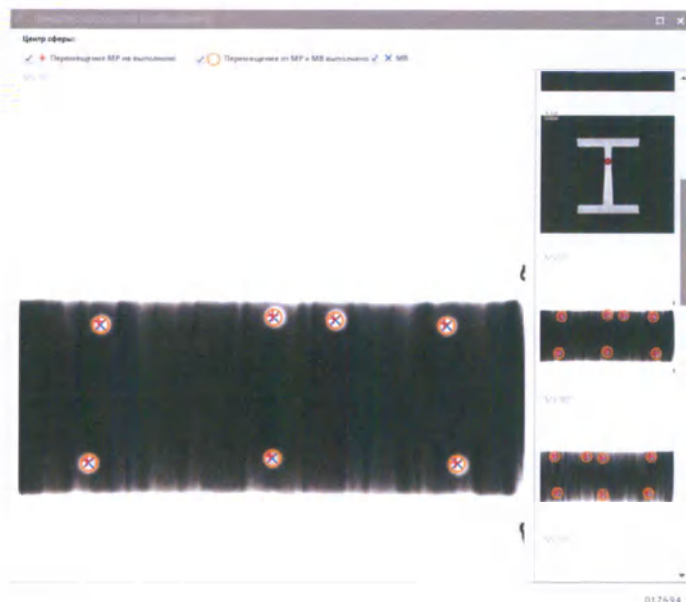
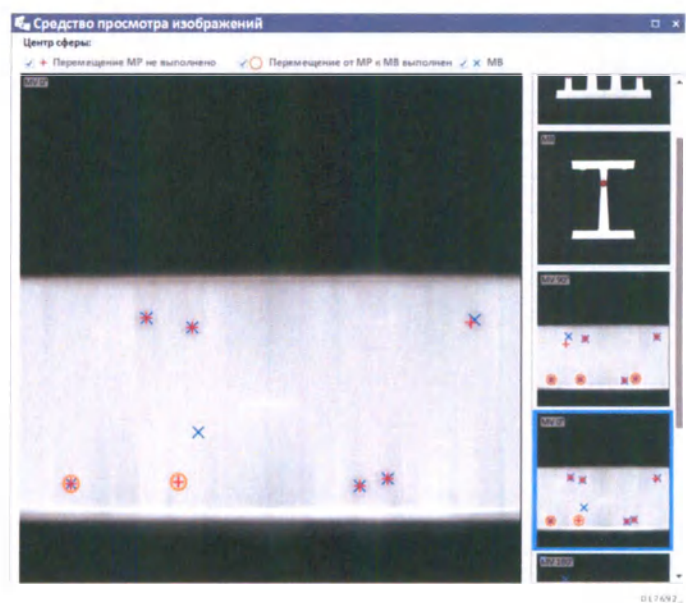

Рис. 7.47 Пример маркеров в неправильном положении
Рис. 7.48 Пример маркеров в неправильном положении
- f Для каждого изображения убедитесь, что рассчитанные маркеры находятся в правильном положении (см. Рис. 7.47 и Рис. 7.48).